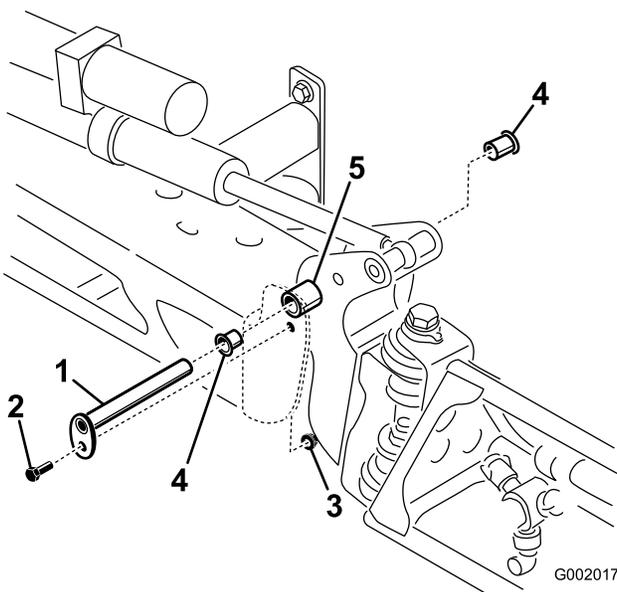

Figura 75
3. Quando il peso della barra è supportato, togliete il bullone e il dado che fissano il perno di articolazione nel gruppo barra (Figura 75). Togliete il perno di articolazione.
5. Togliete le boccole di nylon dal lato frontale e posteriore della staffa orientabile e controllatele (Figura 75). Sostituite le boccole avariate.
7. Montate la barra e la staffa orientabile nel telaio centrale, allineando i fori (Figura 75).